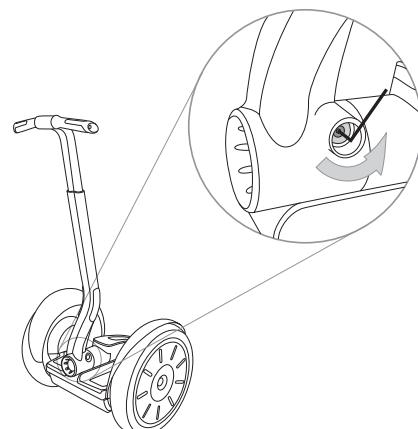

Figura 1. Cómo desmontar el fijador que sujetla la barra de dirección LeanSteer
2. Quite el fijador que sujeta la barra LeanSteer con una llave hexagonal de 5 mm. Consulte la figura 1.